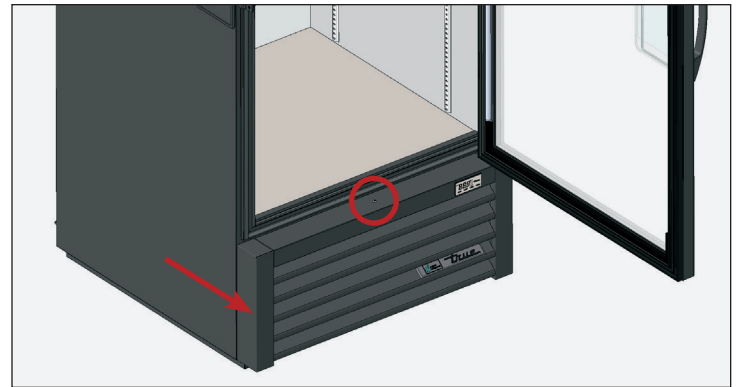

Fig. 1. Emplacement des vis de la grille de ventilation avant.
1. Retirez la grille d'aération frontale. Voir fig. 1.